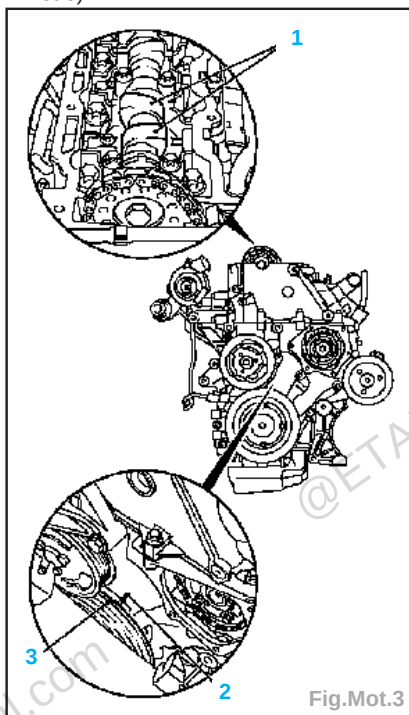

Fig.Mot.3
- Le repère (3) sur l'amortisseur de vibration se trouve devant le repère (2) (Fig. Mot.3).
- Faire tourner le vilebrequin par la vis de l'amortisseur de vibrations jusqu'à ce qu'il ait effectué 2 tours complets, dans le sens de rotation normal et juste avant le PMH du cylindre n° 1. La marque (3) de l'amortisseur est située juste avant la barrette de repérage (2) du carter de distribution.
Nota : Dans cette position, les deux cames (1) pour le cylindre n° 1 se trouvent juste avant le PMH (les deux cames pointent vers le haut) (Fig.Mot.3).